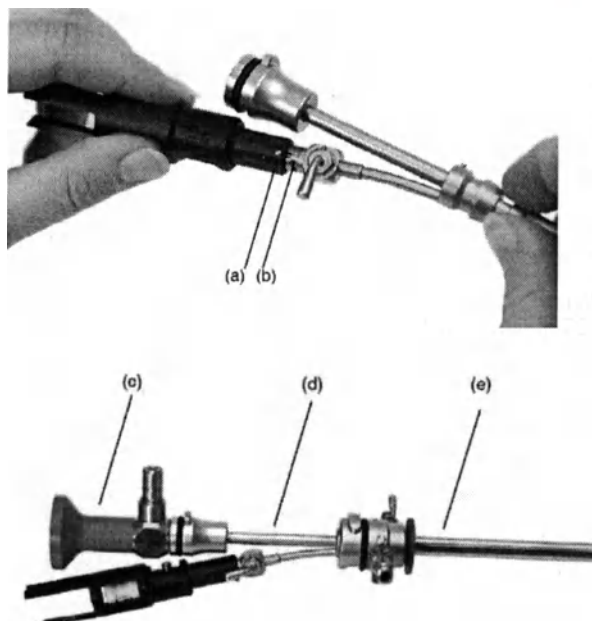

Рисунок 16: Сборка направляющей (опционально), внутреннего тубуса и внешнего тубуса
1. Выровнять шпильку направляющей (a) относительно разъема J-блокировки рабочего порта (b) (см. Рисунок 16).